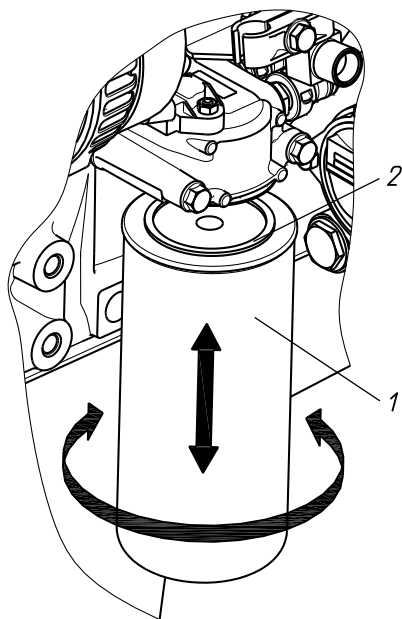

Рисунок 44. Снятие и установка сменного фильтра для топлива:
2. Отвернуть сменный фильтр для топлива 1 (рисунок 44). В случае затруднённого отворачивания фильтра использовать специальный съёмник.